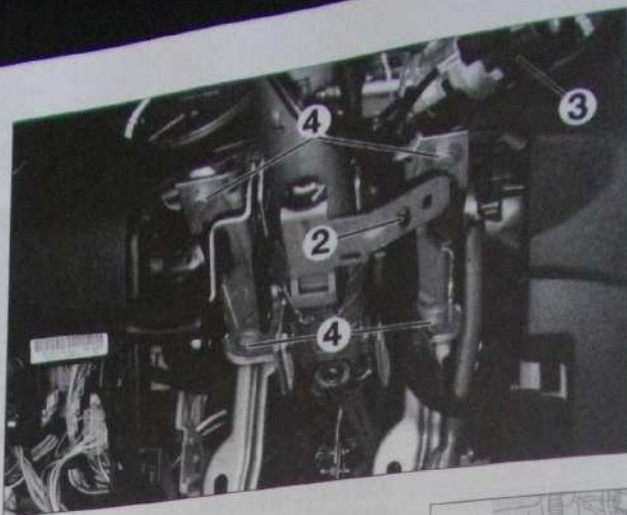

Fig. 9
- Dégrafer l'agrafe (2) (Fig. 9).
- Dégrafer et mettre de côté le transpondeur de l'antidémarrage (3).
- Déposer les vis de fixation de la colonne de direction (4).